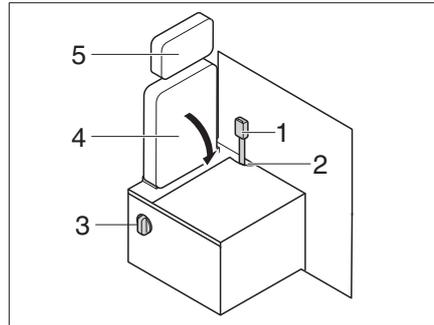

Fig. 208 Trasformazione posizione di marcia - zona abitativa
- Smontare il poggiatesta (Fig. 208,5) (vedi capitolo 5.6).
- Inserire la cintura di sicurezza (Fig. 208,1) nell'apertura (Fig. 208,2).
- Azionare la leva girevole (Fig. 208,3) e ribaltare lo schienale (Fig. 208,4).
▷ Per la trasformazione da zona abitativa a posizione di marcia, agire all'inverso. Assicurarsi che la cintura di sicurezza sia inserita nell'apertura (Fig. 208,2).